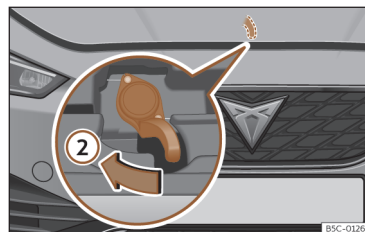

Fig. 215 Levier sous le capot.
- Pour soulever le capot moteur, appuyez vers la gauche avec la paume de la main vers le bas sur le levier situé sous celui-ci, au centre >>> **fig. 215 ②**. Les crochets de fixation sont alors déverrouillés.